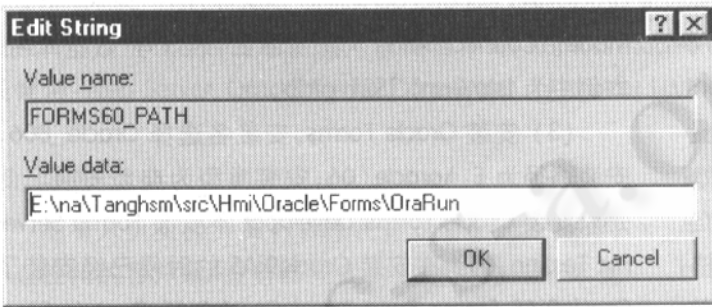

图 2
(1) 打开注册表 HKEY_LOCAL_MACHINE\SOFTWARE\ORACLE,编辑子键 FORMS60_PATH,修改值数据如图 2。
(2) 编辑参数文件 E:\oracle\06\CONF\iserver.conf